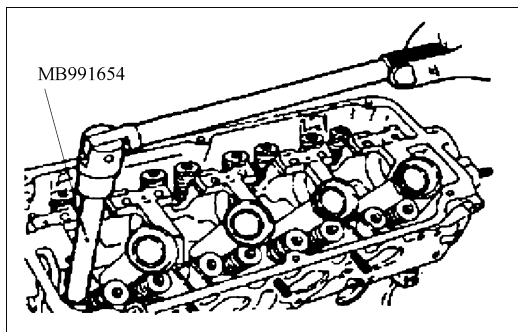

图 2-68 拆卸气缸盖螺栓
1) 拆下气缸盖螺栓如图 2-68 所示, 使用专用工具拧松气缸盖螺栓。应均匀逐渐地加以拧松。